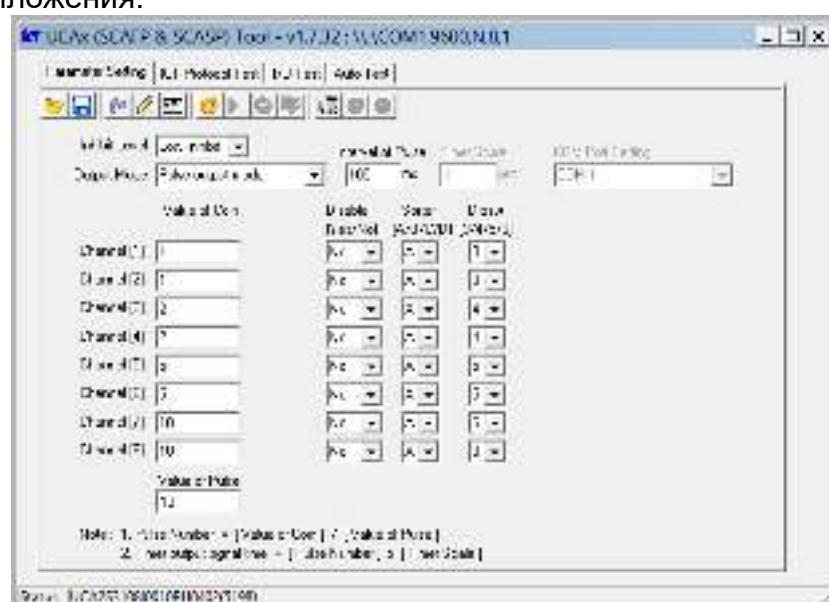

Рисунок 32. Внешний вид окна программы с установленными настройками (приведен пример конфигурации на прием суммы 10 рублей)
- На ПК установите и запустите приложение для настройки параметров картоприемника «***UCAx Tools***». Внешний вид окна приложения показан на рис. 32, связь с монетоприёмником устанавливается автоматически сразу после запуска приложения.
- нажмите кнопку  **Read current version from UCA1**, в строке **Status** будет показана текущая версия ПО – например, *UCA2S3801I0010(5198)* (см. рис. 32);
- в таблице в столбцах **Value of Coin, Disable, Sorter, Dipsw** установите для каналов монетоприемника (от 1-го до 8-го) номиналы монет и соответствующие им параметры, как показано на рис. 32.
5. В поле **Value of Pulse** введите сумму, которую необходимо внести пользователю для прохода (на рис. 32 показан пример суммы в 10 рублей).